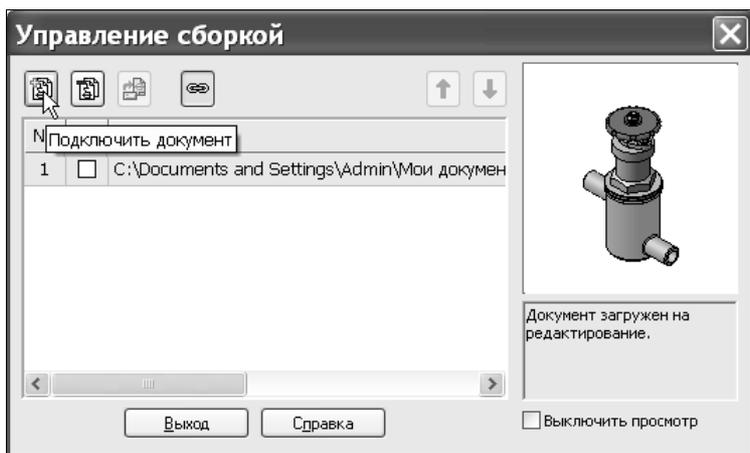

Рис. 9.104. Диалоговое окно **Управление сборкой**
2. В появившемся диалоговом окне **Управление сборкой** нажмите кнопку **Подключить документ** (рис. 9.104).